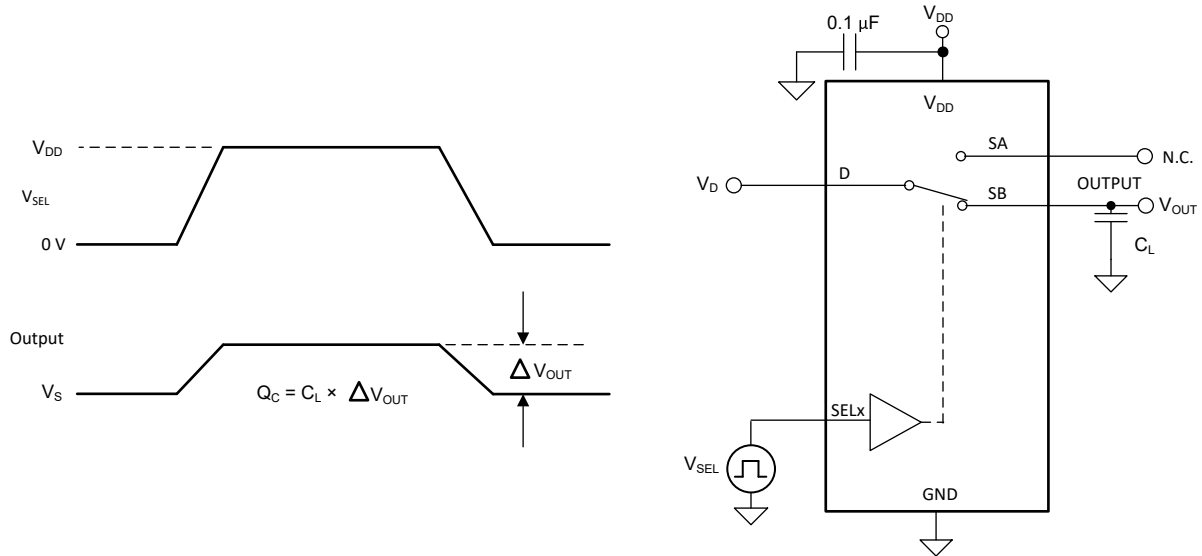

图 6-11. 电荷注入测量设置
电容的任何不匹配都会导致在栅极信号的下降沿或上升沿期间向漏极或源极注入电荷。注入器件源极或漏极的电荷量称为电荷注入，用符号 Q_C 表示。图 6-11 展示了用于测量从漏极 (D) 到源极 (Sx) 的电荷注入的设置。